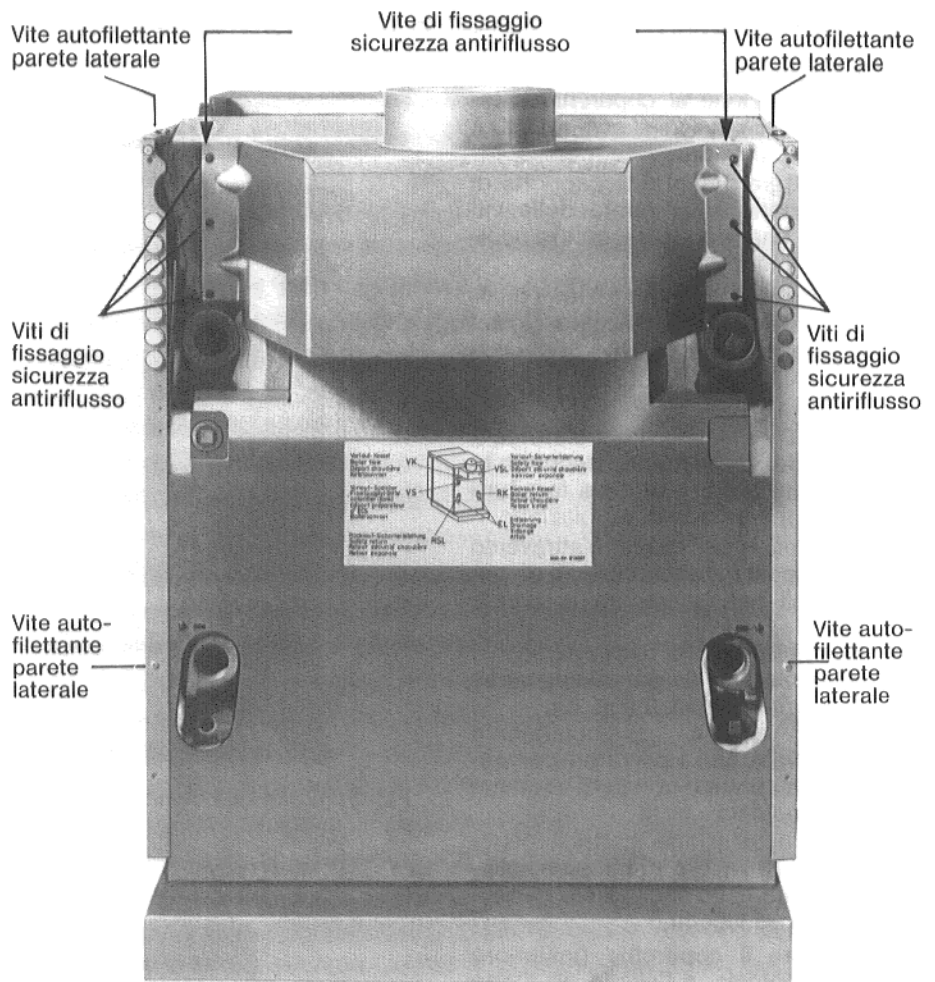

Fig. 6: G_324 LZ Lownox, parte posteriore
- Fissare la sicurezza antiriflusso al collettore dei gas di scarico con otto viti di fissaggio (Fig. 6).
2. Fissare la parete laterale alla traversa sulla parte superiore della caldaia con una vite autofilettante (Fig. 6).
3. Fissare la parete laterale posteriormente, per mezzo di una vite autofilettante avvitata nella madre vite a molla (Fig. 6).
1. Avvitare la basetta dell'apparecchio di regolazione al coperchio anteriore della caldaia con le viti a corredo (Fig. 6).